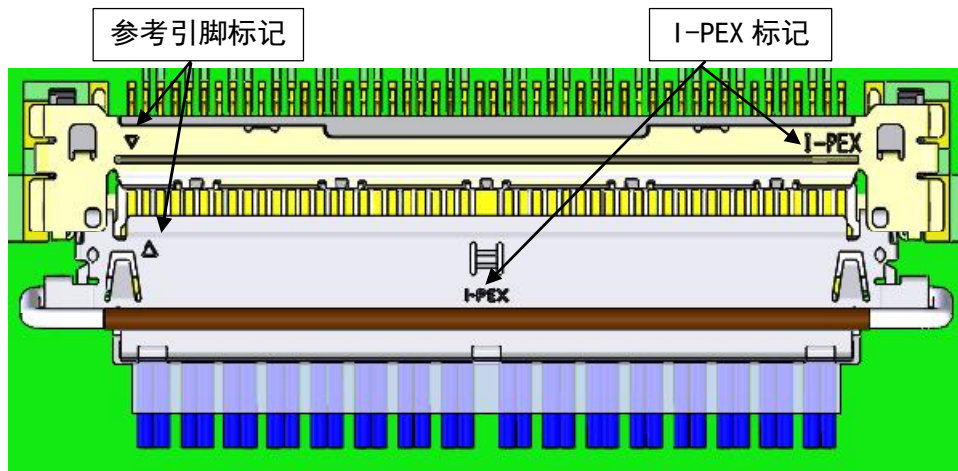

图 1
1. 如图 1 所示，将 Paddle Card 线束和 Receptacle Connector 的参考引脚标记设置于同一侧。